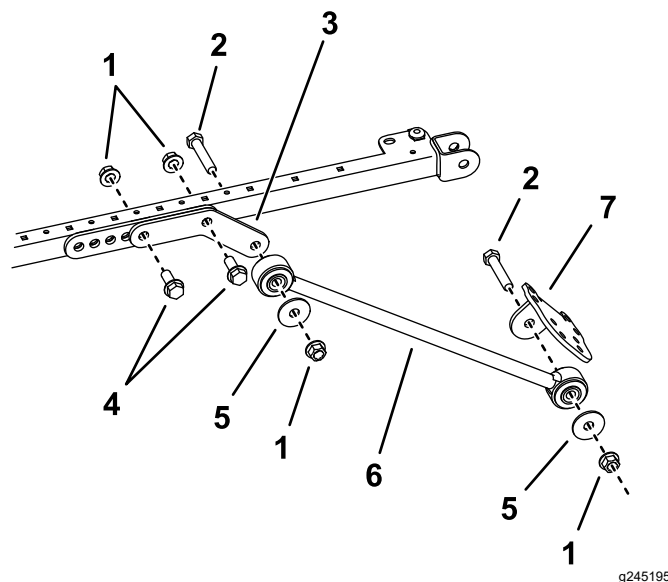

Figura 37
9. Em cada lado da estrutura do toldo, monte sem apertar uma articulação nos furos traseiro e central do suporte de montagem usando dois parafusos ($\frac{1}{2}$ pol. x $1\frac{1}{2}$ pol.) e duas porcas flangeadas ($\frac{1}{2}$ pol.), como se mostra na Figura 37.
10. Instale uma cinta ao exterior de cada articulação da extensão utilizando um parafuso ($\frac{1}{2}$ pol. x $2\frac{1}{2}$ pol.), anilha ($\frac{1}{2}$ pol.) e uma porca flangeada ($\frac{1}{2}$ pol.), como se mostra na Figura 37.
11. Instale sem apertar completamente um suporte de cinta em cada cinta usando um parafuso ($\frac{1}{2}$ pol. x $2\frac{1}{2}$ pol.), anilha ($\frac{1}{2}$ pol.) e uma porca flangeada ($\frac{1}{2}$ pol.), como se mostra na Figura 37.